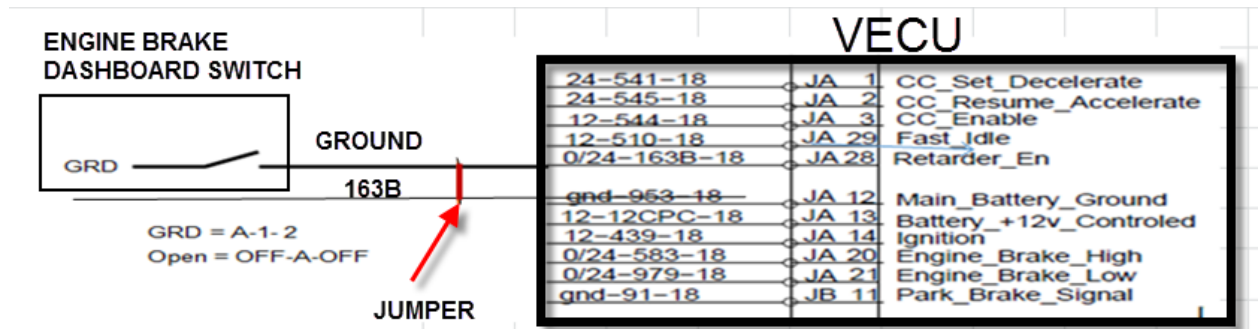

FIGURE 40
1. Installer un câble de liaison (jumper) entre le circuit de mise à la masse (ground) de l'interrupteur du frein moteur et le circuit 163B (FIGURE 40).